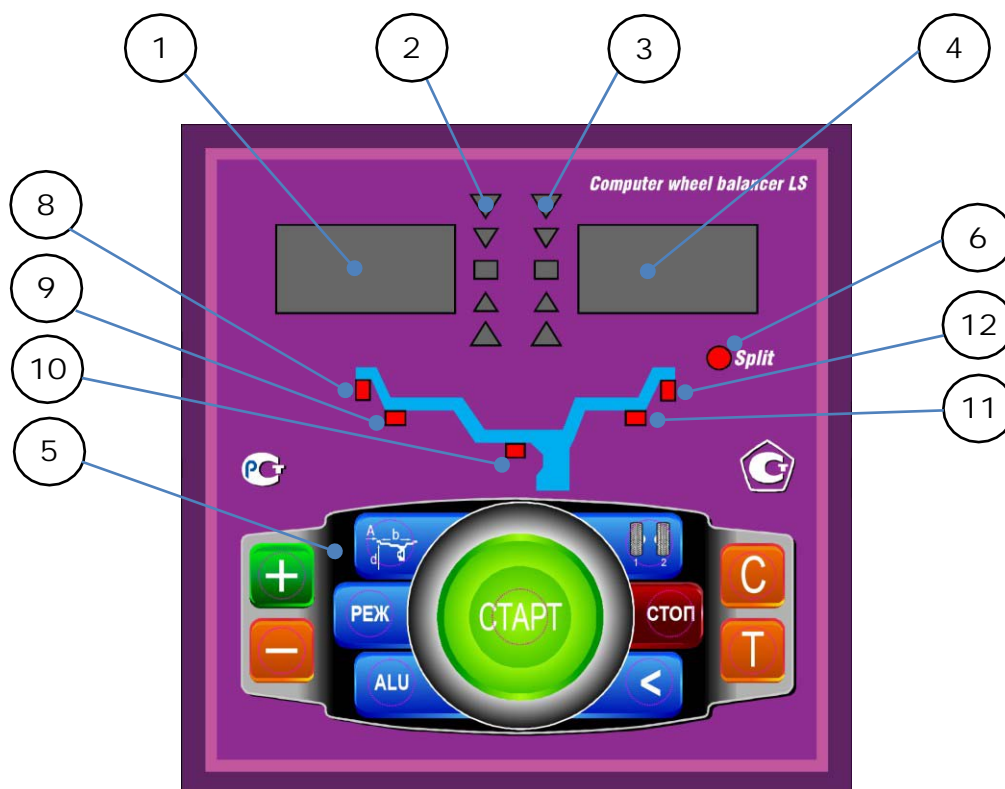

рис.8.1.
8.1. Общий вид лицевой панели показан на рис. 8.1.
При выдвижении штанги на индикаторах 1 (рис. 8.1) отображается значение параметра "A". Значение параметра "d" отображается на индикаторах 4.
Для ввода ширины нажмите кнопку "+" или "-" на индикаторах 1(рис.8.1) высветится "-b-", а на индикаторах 4
Дважды нажать кнопку "A, d, b", после чего на индикаторах 1 (рис.8.1) загорается символ "A", а на индикаторах 4 исходная величина дистанции. Нажимая кнопки "-" и "+" установить на индикаторах 4 требуемую величину дистанции. Через 2-3 сек после установки дистанции показания на индикаторах 1 и 4 возвращаются к отображению текущего дисбаланса, а кнопки "-" и "+" возвращаются в режим ввода ширины обода.
11.1 . Переключение схем ALU1-ALU5 осуществляется последовательным нажатием кнопки "ALU" при этом схема установки грузов отображается загоранием соответствующих светодиодов 8-12 (рис.8.1), кроме того, на индикаторах 1 отображаются символы ALU, а на индикаторах 4 номер 1-5. Через 2-3 сек. после установки требуемой программы ALU индикаторы 1-4 переходят в режим отображения дисбаланса.
12.3. Для входа в программу Split нажмите кнопку РЕЖ, после чего загорается светодиод 6 (рис.8.1) и на индикаторах 1 загораются символы "SPn", означающие, что необходимо ввести число спиц обода колеса, подлежащего балансировке. При этом на индикаторах 4 загорается цифра 5. Если число спиц колеса отличается от 5, кнопками "-" и "+" установить на индикаторах 4 фактическое число спиц колеса.
12.4. Запустите СБ. После остановки вала установите любую спицу обода колеса вертикально вверх (на 12 часов) и нажмите кнопку С. После чего, на индикаторе 1 и линейке 2 (рис.8.1) будут указаны величина и место установки корректирующего груза на внутренней плоскости.
Эта функция обеспечивается тем, что каждый раз при вводе новых геометрических параметров и установке требуемой программы ALU, предыдущее состояние запоминается. Для перехода от одного набора параметров к другому необходимо нажать кнопку "1-2". Визуальный контроль того, какие параметры установлены в данный момент, осуществляется нажатием "A,d,b" на индикаторах 4 (рис.8.1) будут последовательно отображены, установленные в данный момент диаметр и ширина обода и дистанция.
14.1. При включении тумблера питания СБ на индикаторах 1 (рис. 8.1) высвечивается трёхзначное число -номер версии программного обеспечения. Через 2-3 сек на индикаторах 1 и 4 должны загореться нули, кроме того должны загореться светодиоды 8 и 12, что свидетельствует о включении режима стандартной балансировки с установкой на обеих плоскостях коррекции грузов на пружинках. На линейках 2 и 3 (рис. 8.1) должны загореться центральные светодиоды.
14.2. При включении СБ программа измерения дисбаланса настраивается таким образом, что дисбаланс менее 8 г (заводская установка) на любой плоскости коррекции не показывается, в этом случае на индикаторах 1 и 4 (рис. 8.1) высвечиваются "0". Минимальный дисбаланс отображающийся на индикаторах 1 и 4 равен 8г. Дисбаланс, превышающий 8г, округляется до величины кратной 5, т. е. дисбаланс 9, 10, 11 и 12 г отображается цифрой 10, дисбаланс 13, 14, 15, 16 и 17 г - цифрой 15 и т. д. Для просмотра неокруглённого значения дисбаланса или дисбаланса менее 8г. необходимо нажать кнопку "<", при этом на индикаторах 1 и 4 на 2-3 сек высвечиваются фактические значения дисбаланса, определённые в данном запуске.
14.5.1. Поднимите защитный кожух. Вручную поворачивайте колесо, при этом свечение светодиодов на линейках 2 и 3 (рис. 8.1.) будет перемещаться, и в какой-то момент на одной из линеек загорятся все светодиоды и цвет их свечения сменится на зелёный.